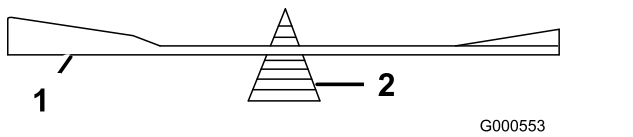

Figure 99
2. Vérifiez l'équilibre de la lame en la plaçant sur un équilibreur (Figure 99).